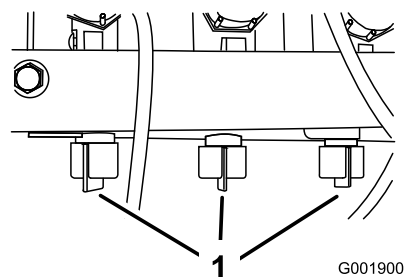

Figura 42
12. Regolate la valvola di bypass della barra (Figura 42) sotto la valvola di comando della barra che avete disattivato, finché il misuratore di pressione non mostra un valore identico a quello rilevato alla voce 9.